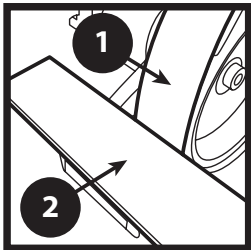

FIGURA 1
1. Asegúrese de que el espacio (punto de pellizco) entre la cara de la banda abrasiva y el apoyo esté ajustado de forma tal que la pieza de trabajo no pase por el espacio. (Figura 1)